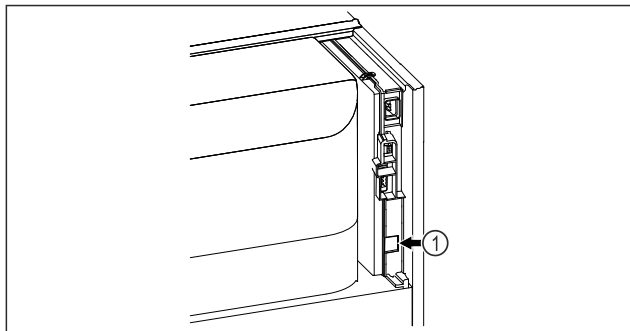

Fig. 172
- ❑ SmartModule Fig. 172 (1) установлен.